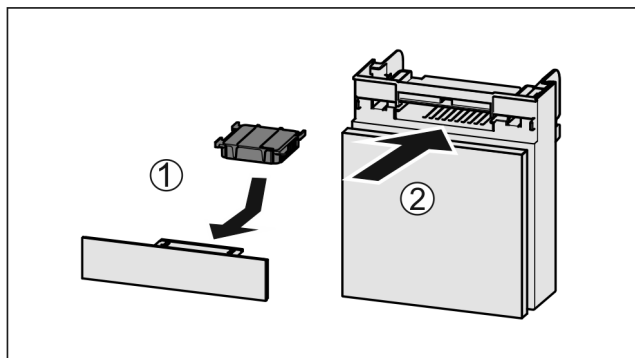

Fig. 185
- Inserire il vano Fig. 185 (2).